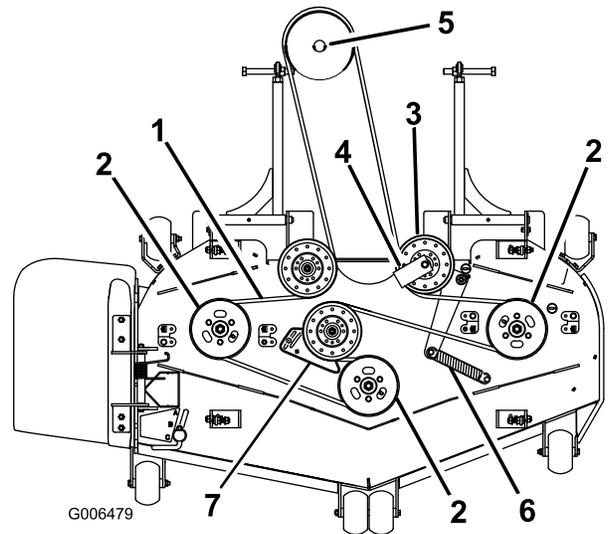

**Figura 71**
3. Retire las cubiertas de la correa (Figura 71).